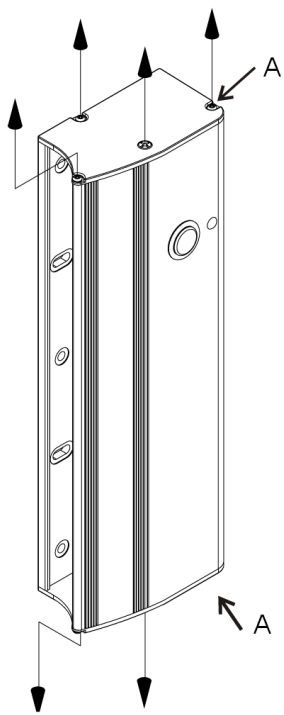
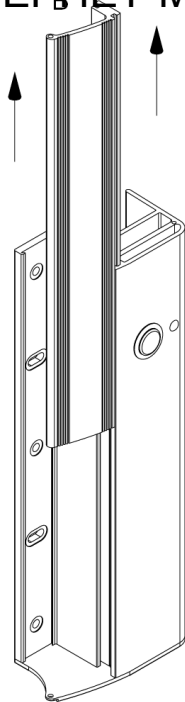

Рис.5
Рис.6
3. Извлечь из корпуса ручки винты, как показано на Рис.5 и снять боковые крышки «А». Сдвинуть панель «В» Рис.6.